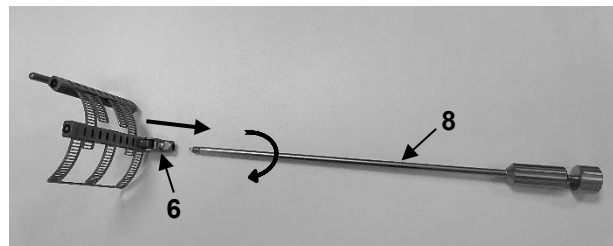

fig. 9
För att ta bort hakskenan MRN-3 (8) måste den skruvas av helt från gängan på leden (6) moturs (fig. 9).